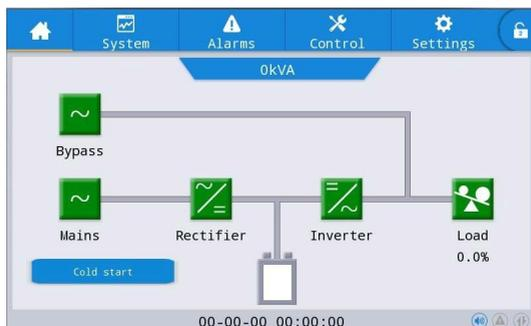

Рис. 5 – 1 Кнопка холодного запуска на ЖК-дисплее
3. После этого нажмите кнопку холодного старта (Cold start) на ЖК-дисплее, как показано на рис. 5 – 1. ИБП запустится, и система перейдет в режим работы от батареи в течение 30 с.
В меню «Control», в секции «On – Off», выберите значок «ON», чтобы перевести систему в режим байпаса, как показано на рис. 5 – 2.